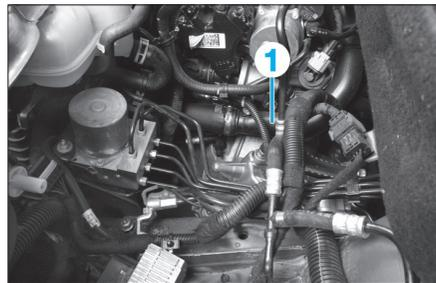

FIG. 3
- Déposer le conduit d'admission d'air (1) (Fig.3).